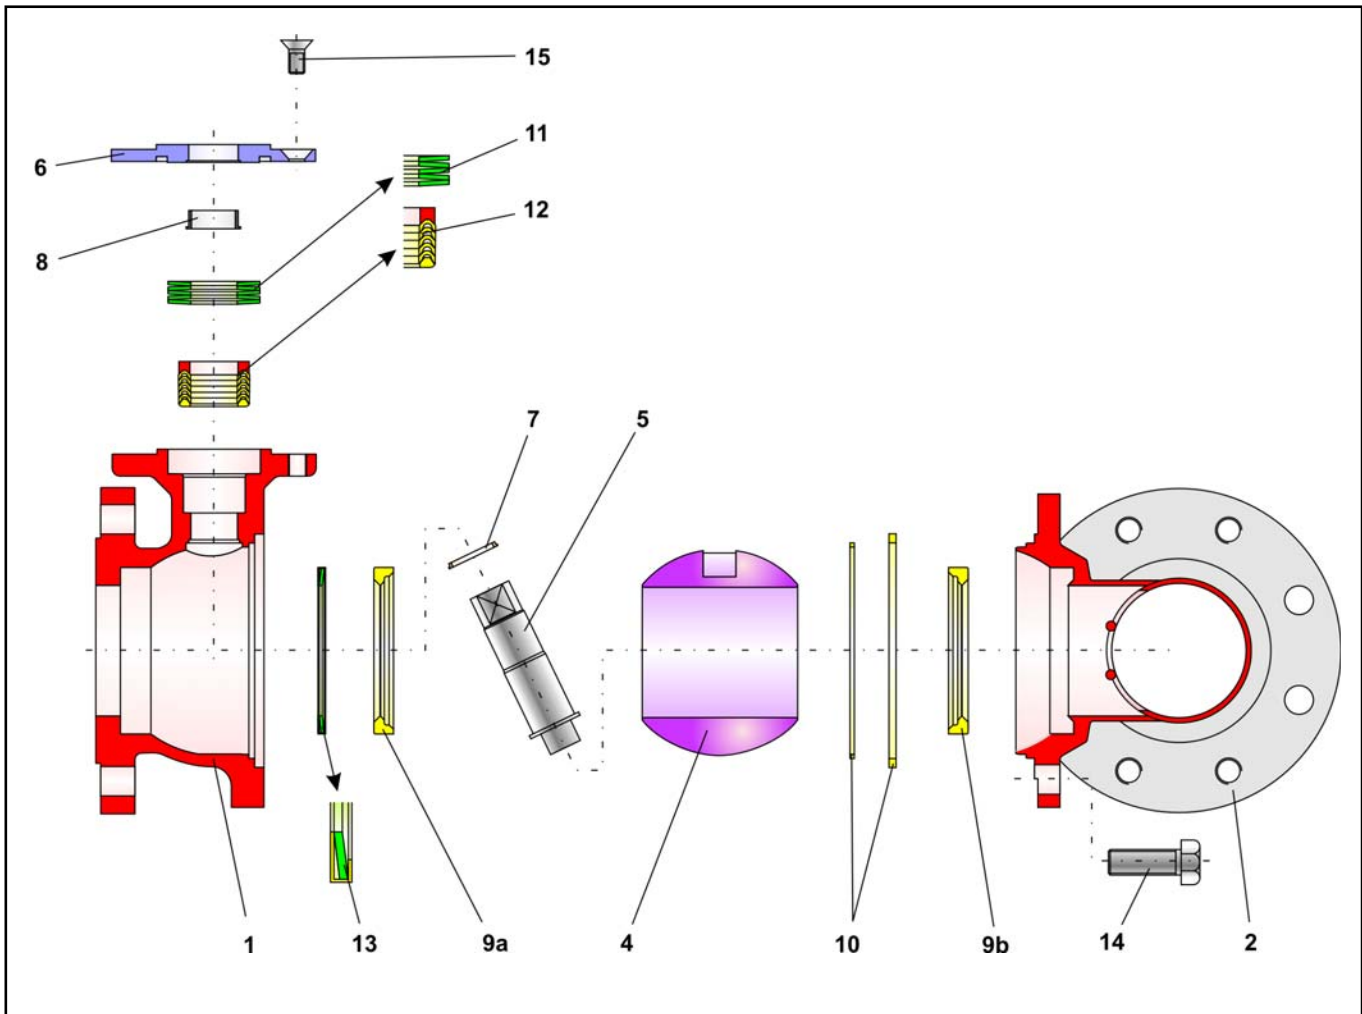

Bild 3 - Explosionszeichnung der Eindosierarmatur BR 28a/x
**Hinweis:** Die in der Explosionszeichnung ( Bild 3 ) dargestellte Lage und Anordnung der Einzelteile ist bei der Montage einzuhalten.
Die Montage beginnt beim Grundgehäuse ( 1 ). Die ummantelte Tellerfeder ( 13 ) wird in das Grundgehäuse ( 1 ) eingelegt. Die Einbaulage der Tellerfeder ist der Zeichnung ( Bild 3 ) zu entnehmen.
Die Dachmanschettenpackung ( 12 ) wird mit einer leicht drehenden Bewegung über die montierte Schaltwelle ( 5 ) geschoben und in die Packungsaufnahme des Grundgehäuses ( 1 ) eingelegt. Die Anordnung der V-Ringe sind der Explosionszeichnung ( Bild 3 ) zu entnehmen.
Auf die Packung wird nun der Tellerfedersatz ( 11 ) gelegt. Auch die Anordnung der Tellerfedern sind der Explosionszeichnung ( Bild 3 ) zu entnehmen.